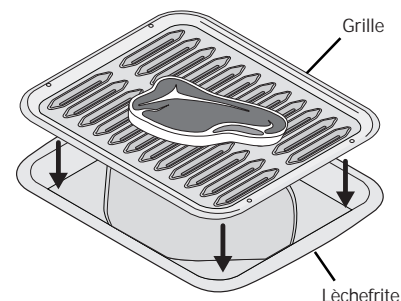

Fig. 2
5. Placez la grille dans la lèchefrite (certains modèles, fig. 2), puis placez la nourriture sur la lèchefrite.